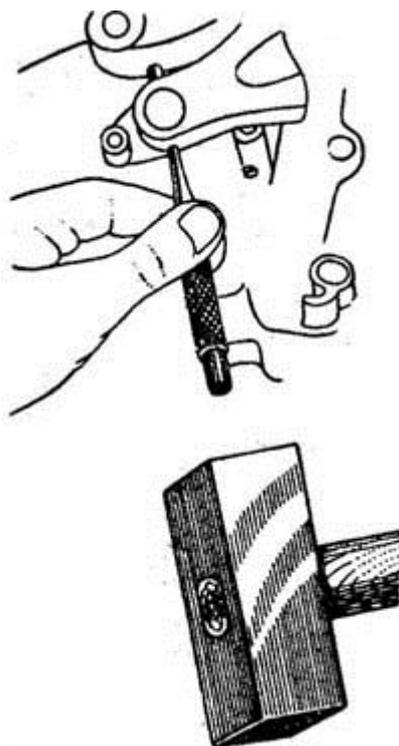

Рис. 90. Выбивание фиксирующего штифта кулачка автоматического выключения сцепления
1. Бородком выбить фиксирующий штифт. Выбивать нужно снизу вверх (рис. 90), так как штифт конический.